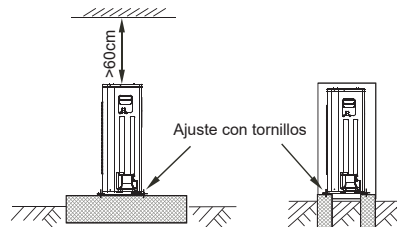

fig.6-15
- Haga un cimiento de concreto de acuerdo con las especificaciones de la unidad exterior. (Ver fig. 6-15)
- Ajuste los pies de esta unidad firmemente con los tornillos para evitar que colapse en caso de sismo o viento intenso. (Ver fig. 6-15)